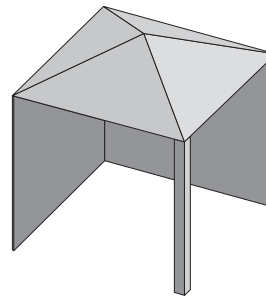

Abb. 2
- » Die Seitenwände können parallel zueinander verlaufen, wie in einem Windfang, oder im rechten Winkel zueinander stehen. **(Abb. 2 und Abb. 3).**